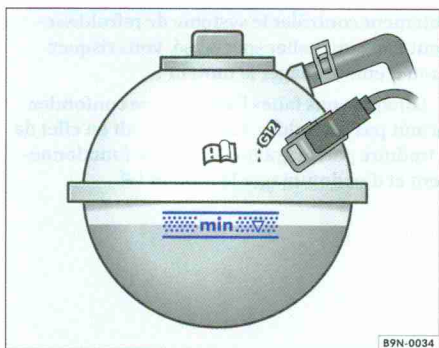

Fig. 162 Dans le compartiment-moteur : repères sur le vase d'expansion du liquide de refroidissement.
- Lorsque le moteur est froid, vérifiez le niveau de liquide de refroidissement sur le repère latéral du vase d'expansion ⇒ fig. 162.
- Le niveau de liquide de refroidissement doit se situer entre les repères ⇒ page 259, fig. 162. **En rétablissant le niveau, ne dépassez pas le bord supérieur de la zone repérée** ⇒ ⓘ!
- Ne faites l'appoint de liquide de refroidissement que jusqu'au bord supérieur de la zone repérée ⇒ page 259, fig. 162. Le surplus de liquide de refroidissement est sinon refoulé, une fois chauffé, hors du circuit de refroidissement et peut entraîner des endommagements.